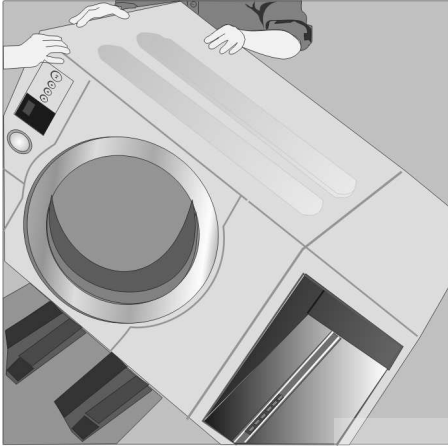

Figure 13
6. Soulevez l'assemblage appareil/socle pour les remettre en position verticale (obtenir l'aide d'une personne, voir la **Figure 13**).